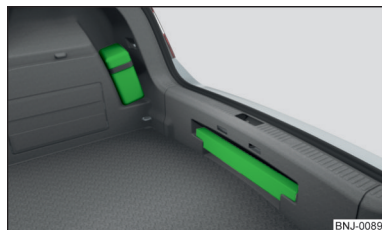
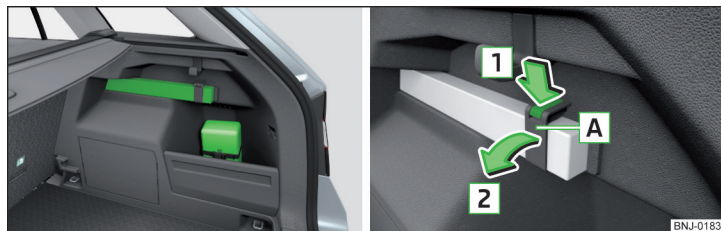

Fig. 266
Fig. 267 Posicionamiento del botiquín y triángulo reflectante de advertencia - Variante 2 / Soltar el triángulo reflectante de advertencia
Se puede fijar el botiquín con ayuda de una cinta de sujeción en el lado derecho del maletero » fig. 266 o » fig. 267.
El triángulo de advertencia puede introducirse debajo del rebaje del borde de carga » fig. 266.
Se puede fijar el triángulo reflectante de advertencia con ayuda de una cinta de sujeción en el lado derecho del maletero » fig. 267.
- » Para **soltar** el bloqueo, presionar en la banda en dirección de la flecha [1] y abrir la banda [A] en el sentido de la flecha [2] » fig. 267.